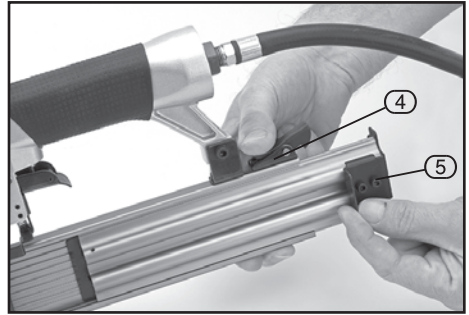

FIG.3
10.1 LOADING THE NAILER – FIGS. 3 - 6